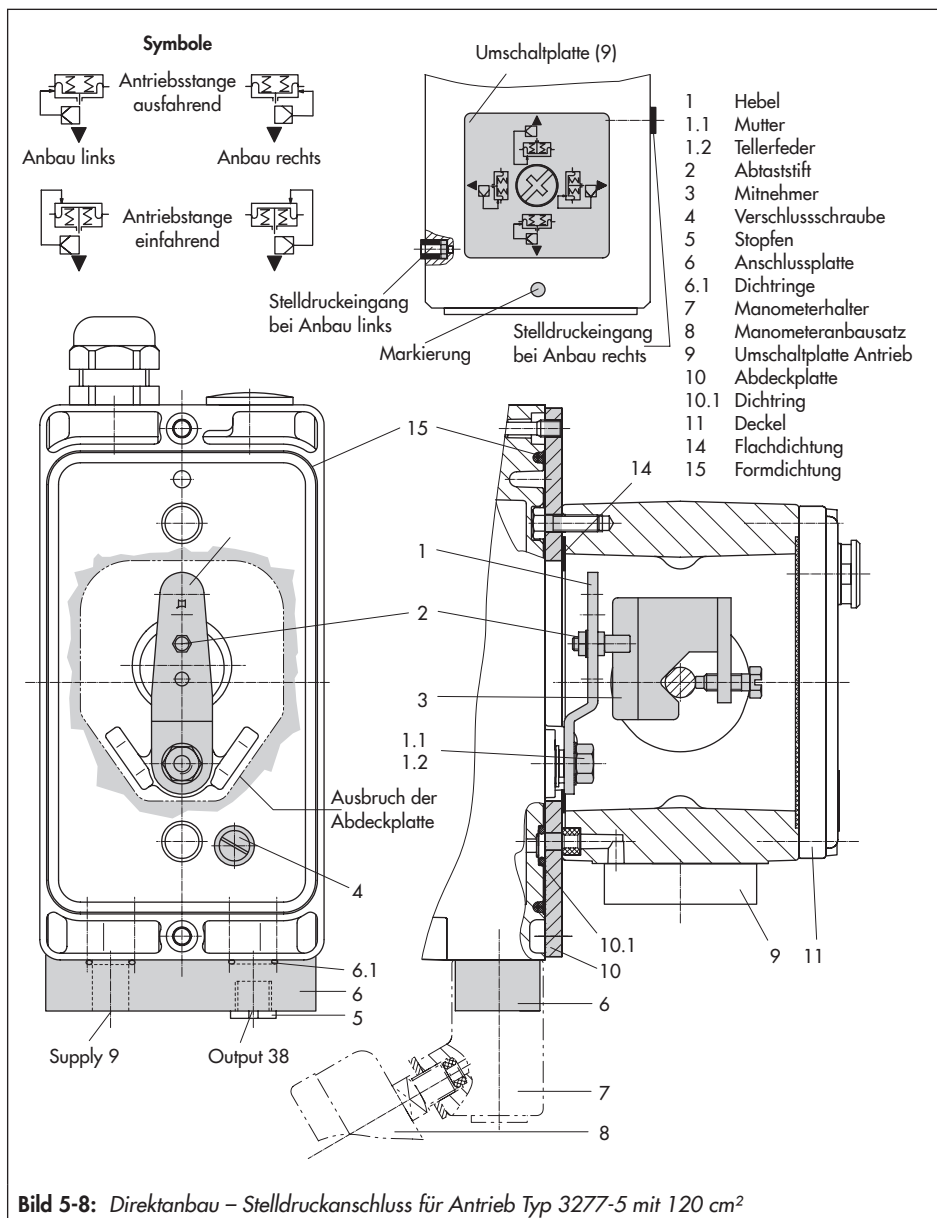

Bild 5-8: Direktanbau – Stelldruckanschluss für Antrieb Typ 3277-5 mit 120 cm²
- ➔ Antrieb mit 120 cm² (vgl. Bild 5-8)
- ➔ Je nach Sicherheitsstellung des Antriebs „Antriebsstange ausfahrend“ oder „Antriebsstange einfahrend“ die Umschaltplatte (9) am Antriebsjoch montieren. Symbol für den Anbau auf der linken oder rechten Seite nach Markierung ausrichten (vgl. Bild 5-8 oben).
1. Anschlussplatte (6) oder Manometerhalter (7) mit Manometern am Stellungsregler montieren, auf richtigen Sitz der beiden Dichtringe (6.1) achten.
2. Verschlusschraube (4) auf der Stellungsregler-Rückseite entfernen und den Stelldruckausgang „Output 38“ an der Anschlussplatte (6) oder am Manometerhalter (7) mit dem Stopfen (5) aus dem Zubehör verschließen.
3. Mitnehmer (3) an die Antriebsstange setzen, ausrichten und so festschrauben, dass die Befestigungsschraube in der Nut der Antriebsstange sitzt.
4. Abdeckplatte (10) mit schmaler Seite des Ausbruchs (Bild 5-8 links) in Richtung zum Stelldruckanschluss befestigen, die aufgeklebte Flachdichtung (14) muss zum Antriebsjoch zeigen.
5. Stiftposition des Abtaststifts (2) am Hebel M (1) kontrollieren. Anbausituation den Hubtabellen entnehmen und Stift ggf. umsetzen (vgl. Kap. 5.4).
6. Formdichtung (15) in die Nut des Stellungsreglergehäuses und Dichtring (10.1) auf der Gehäuserückseite einlegen.